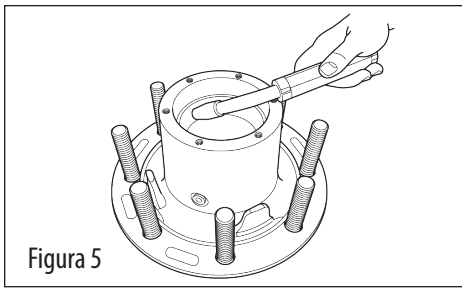

Figura 5
1. La tapa del balero se puede quitar de una maza de aluminio al soldar un cordón grande alrededor de la superficie del balero de la tapa de acero, dejar que el ensamble se enfríe y quitar la tapa del balero (vea la figura 5).